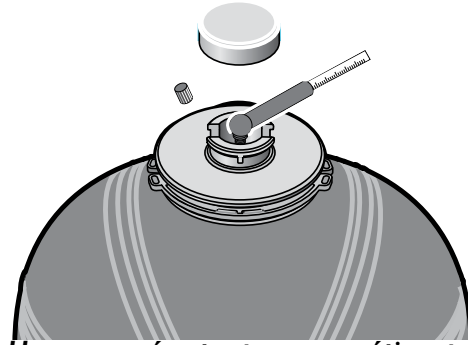

Figura 3: Use un manómetro para neumáticos para chequear la precarga en la celda de aire
2. Saque la tapa de la pieza polar y verifique la presión del aire en la válvula de aire en la parte superior del tanque con un manómetro para neumáticos estándar. Consulte la Figura 3. La presión del aire debe ser de 2 psig por debajo de la graduación de activación del manóstato de la bomba (si el manóstato se cierra a 30 psig, el tanque de presión debe estar a 28 psig).
4. Vuelva a cargar el tanque con presión de aire (consulte la Figura 3) de acuerdo al Cuadro 1. Instale la tapa de la válvula y la tapa de la pieza polar; vuelva a conectar la alimentación eléctrica a la bomba.